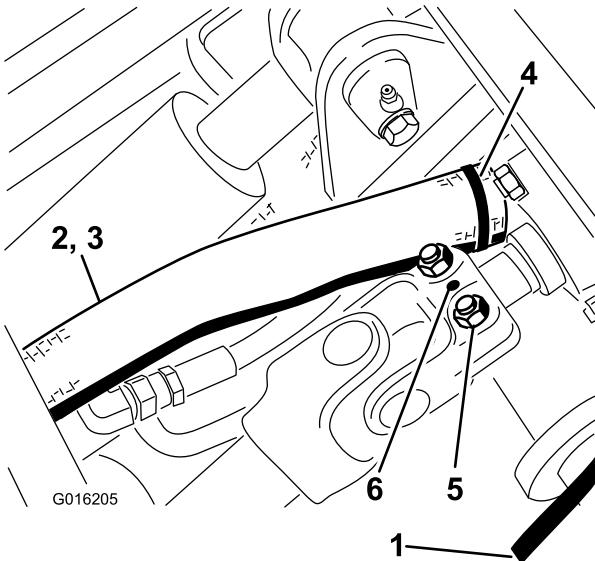

図 73
4. 駆動シャフトをギアボックスのシャフトに固 定しているボルト2本についているロールピ ンを取り、キャップスクリュをゆるめる 図 73。ギアボックスのシャフトから駆動シャフ トを抜き取る。